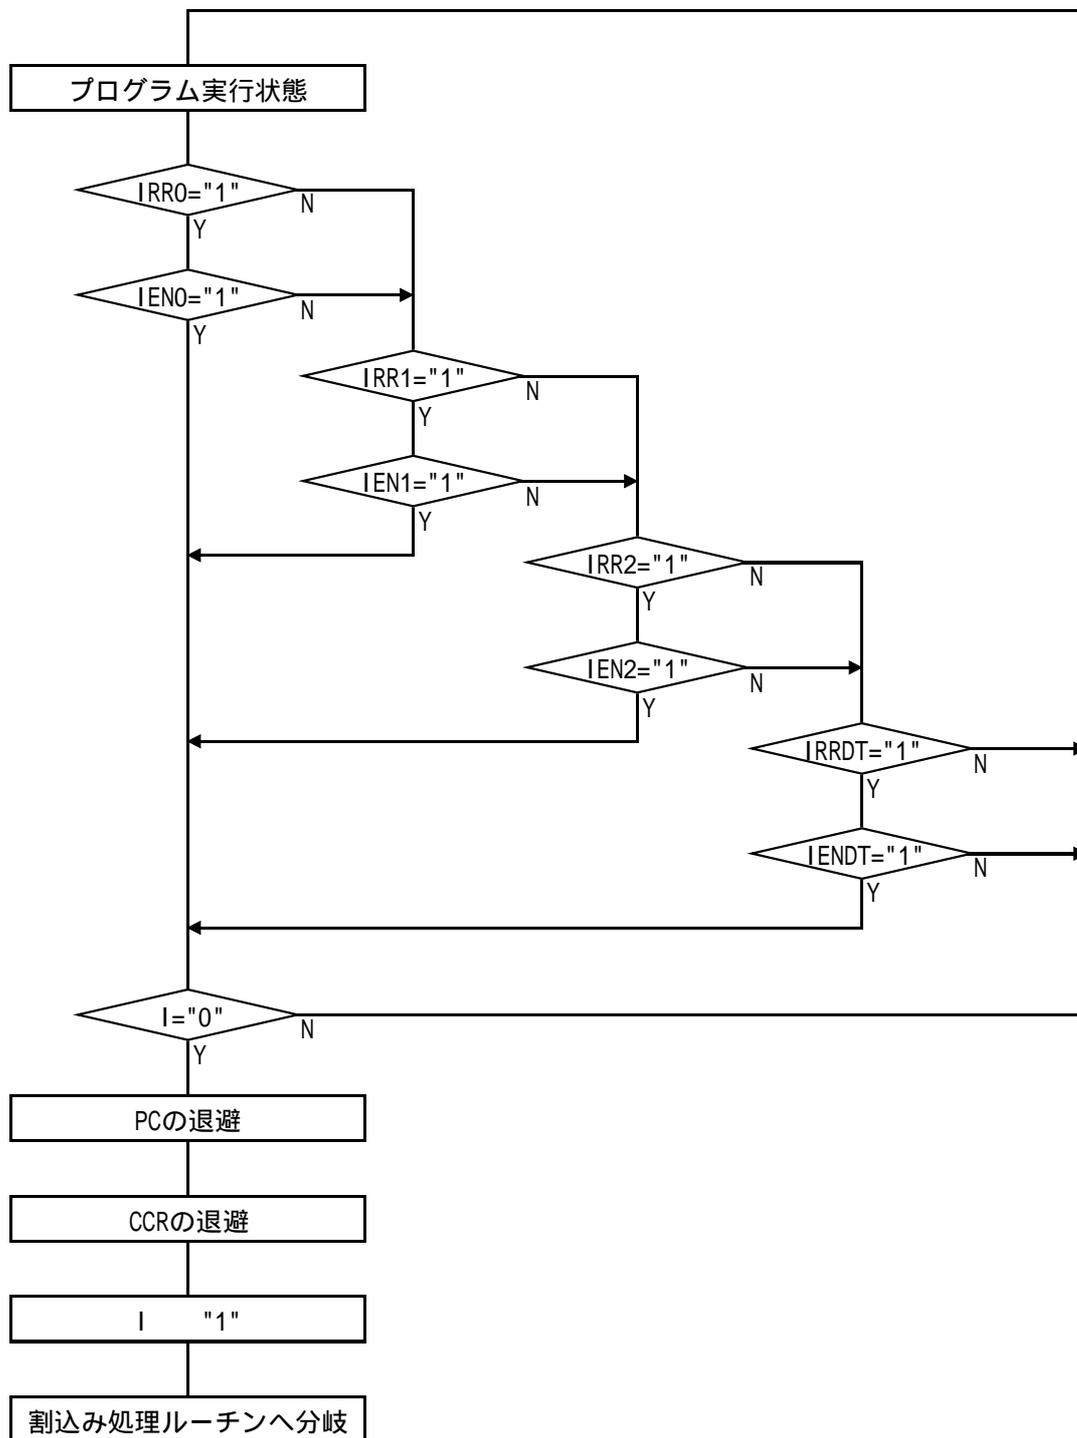

図2 割り込み受け付けまでのフロー
<p>(1) 本タスク例では、外部割込みを使用して$\overline{\text{IRQ}}_0$外部割込みによるカウントスタートを行いません。</p> <p>(a) 図2に割込み受け付けまでのフローを示します。以下に外部割込みについて説明します。</p> <ul style="list-style-type: none"> ・外部割込みには、$\overline{\text{IRQ}}_3 \sim \overline{\text{IRQ}}_0$、$\overline{\text{INT}}_7 \sim \overline{\text{INT}}_0$割込みの12要因があります。 ・$\overline{\text{IRQ}}_3 \sim \overline{\text{IRQ}}_0$割込みは、$\overline{\text{IRQ}}_3 \sim \overline{\text{IRQ}}_0$端子の入力信号により要求されます。$\overline{\text{IRQ}}_3 \sim \overline{\text{IRQ}}_0$割込みは、立ち上がり/立ち下がりエッジセンスを割込みエッジセレクトレジスタ1 (IEGR1)のIEG3 ~ IEG0により指定できます。 ・ポートモードレジスタ1 (PMR1)により、端子機能が$\overline{\text{IRQ}}_3 \sim \overline{\text{IRQ}}_0$端子に選択された状態で指定されたエッジが入力されると割込み要求レジスタ1 (IRR1)のIRR13 ~ IRR10の対応するビットが"1"にセットされ、割込み要求を発生します。 ・割込み要求の受け付けは、割込み許可レジスタ1 (IENR1)のIEN3 ~ IEN0を"0"にクリアすることにより禁止できます。 ・$\overline{\text{INT}}_7 \sim \overline{\text{INT}}_0$割込みは、$\overline{\text{INT}}_7 \sim \overline{\text{INT}}_0$端子の入力信号により要求されます。$\overline{\text{INT}}_7 \sim \overline{\text{INT}}_0$割込みは、立ち上がり/立ち下がりエッジセンスを割込みエッジセレクトレジスタ2 (IEGR2)のINTEG7 ~ INTEG0により指定できます。 ・$\overline{\text{INT}}_7 \sim \overline{\text{INT}}_0$端子に指定されたエッジが入力されると、割込み要求レジスタ3 (IRR3)のINTF7 ~ INTF0の対応するビットが"1"にセットされ、割込み要求を発生します。 ・割込み要求の受け付けは、割込み許可レジスタ3 (IENR3)のINTEN7 ~ INTEN0を"0"にクリアすることにより禁止できます。 ・$\overline{\text{INT}}_7 \sim \overline{\text{INT}}_0$端子は、ポート5との兼用端子です。本端子をポートとして使用する場合でも、端子にエッジが入力されればIRR3の対応するビットは"1"にセットされます。 ・コンディションコードレジスタ (CCR)のIビットを"1"にすることによりすべての割り込みを禁止できます。 ・以下に割込みの動作を示します。 <ol style="list-style-type: none"> (1) 割込み許可レジスタの対応するビットが"1"にセットされている状態で、割込み要因が発生したとき、割込みコントローラに対して割込み要求信号が送られます。 (2) 割込みコントローラに割込み要求信号が送られると、割込み要求フラグがセットされます。 (3) 割込み要求フラグが"1"にセットされている割込みの中で、優先順位に従って最高位の割込み要求が選択され、その他は保留となります。 (4) CCRのIビットを参照し、Iビットが"0"にクリアされている場合は、割込み要求は受け付けられませんが、Iビットが"1"にセットされている場合は割込み要求は保留となります。 (5) 割込みが受け付けられると、そのとき実行中の命令の処理が終了した後、プログラムカウンタ (PC)とCCRがスタック領域に退避されます。スタックされるPCは、リターン後に実行する最初のアドレスを示しています。 (6) CCRのIビットが"1"にセットされます。これにより、すべての割込みはマスクされます。 (7) 受け付けた割込みに対応するベクタアドレスを生成し、そのアドレスの内容によって示されるアドレスから、割込み処理ルーチンの実行を開始します。 <ul style="list-style-type: none"> ・割込み許可レジスタをクリアすることにより割込みをディスエーブルにする場合、または割込み要求レジスタをクリアする場合は、必ず割込みをマスクした状態 (I="1")で行ないます。I="0"の状態で行なうと、当該操作命令の実行と当該割込みの発生が競合した場合には、当該操作命令の実行終了時に発生した割込みに対応する例外処理を実行します。